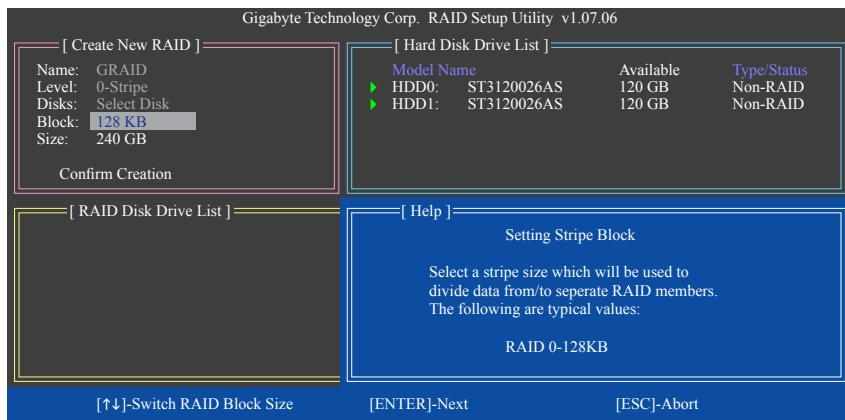

図 6
4. **Set Block Size (RAID 0 only):** Block 項目の下で、上または下矢印キーを使用してストライプブロックサイズを 4 KB～128 KB の範囲で選択します(図 6)。<Enter> を押します。